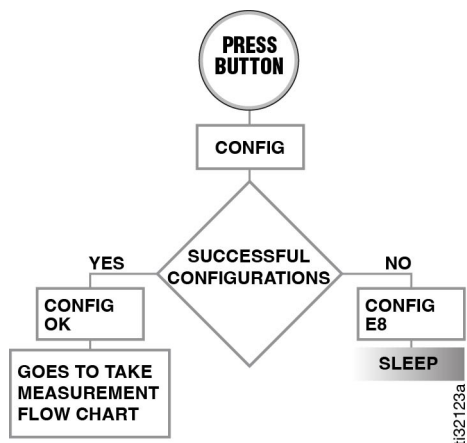

Рис. 4
1. Снова нажмите кнопку дисплея (A) еще раз, чтобы настроить уровнемер с новым профилем.
2. После конфигурации уровнемера с новым профилем на дисплей выводится сообщение CONFIG OK (КОНФИГУРАЦИЯ ОК), как показано на Рис. 4, стр.6.
Если программное обеспечение Pulse не выполнило настройку уровнемера с новым профилем, выводится сообщение об ошибке CONFIG E8 (шаг 2, Рис. 4).